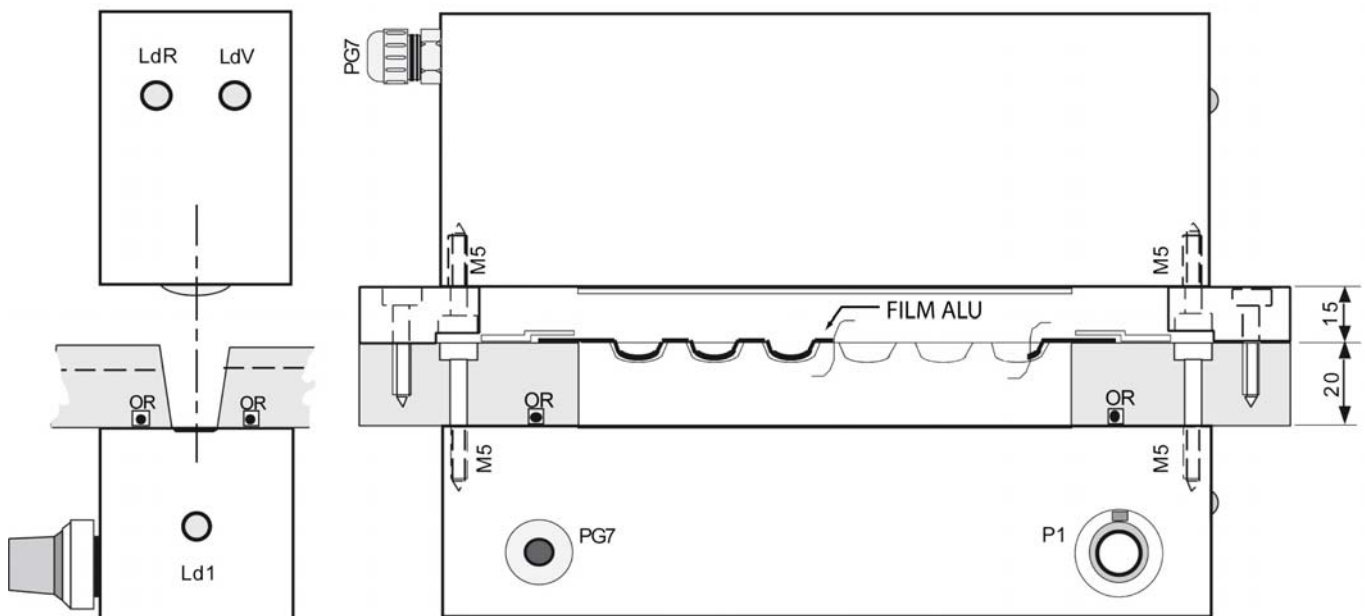

Fig. 7
L'installazione tipica dell'apparecchio è mostrata in (Fig. 7):
- l'illuminatore è montato sul lato superiore del film ad una distanza di 15 mm (Fig. 7 – Rif. 1) per mezzo dei supporti laterali forniti con esso
- il ricevitore deve essere tenuto ad una distanza di 20 mm (Fig. 7 – Rif. 2) dalla superficie inferiore del film per mezzo di una piastra (o direttamente dal piano di scorrimento) avente una feritoia (asola) lunga quanto la larghezza nastro da ispezionare e larga quanto la riga di fotosensori.